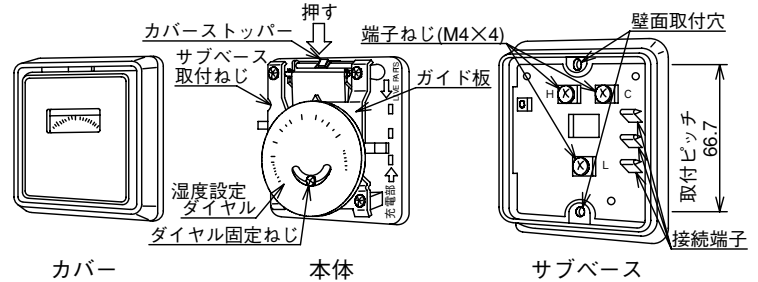

図1 AHS-C1090取付方法
取付、配線の際は、次の手順で行ってください。(図1参照)
- ・カバーストッパーを図1白抜き矢印方向に押し、カバーを取り外します。